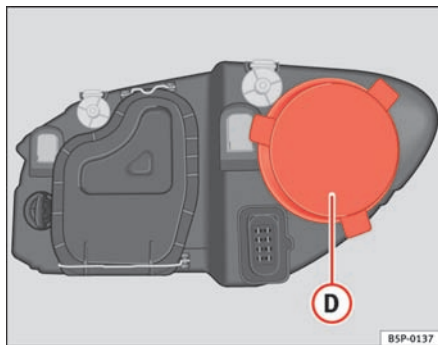

Fig. 193 Positionsllys
- Træk dækslet ⇒ fig. 193 **D** af.